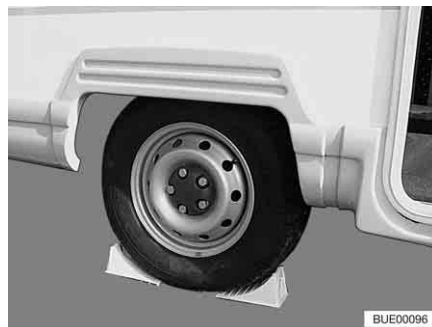

Fig. 279 Bloquer le véhicule
- Placer des cales de roues ou autres objets similaires contre la roue d'en face pour bloquer le véhicule (Fig. 279).